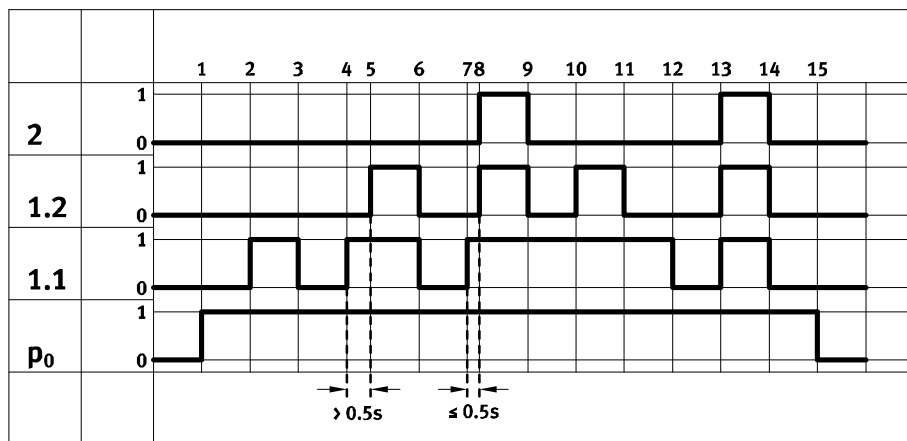

Fig. 3 Comprobación del funcionamiento, pasos 1 a 15
2. Aplicar presión en las entradas (1.1) y (1.2) en la secuencia representada en la Fig. 3.
3. Con cada paso comprobar si la salida (2) se comporta tal como se representa en la Fig. 3.